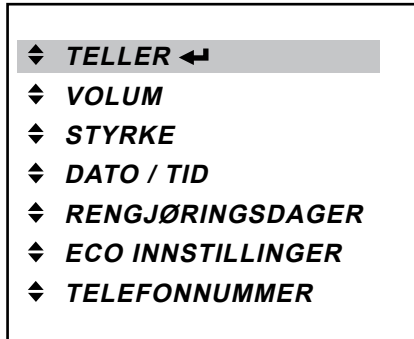

Fig. 33
- I brukermodus, trykk enterknappen  for å gå til «TELLER» menyen. (Fig. 33)